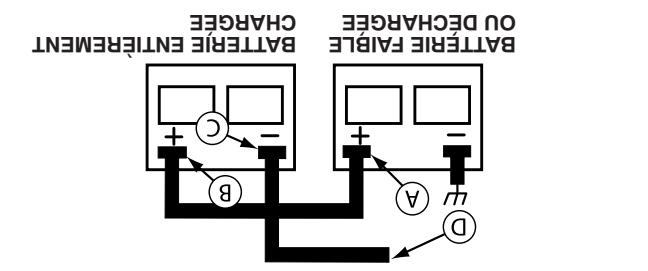

Fig. 34
**POUR DEMARRER LE MOTEUR AVEC UNE BATTERIE FAIBLE (Voir la Fig. 34)**
**BATTERIE FAIBLE (Voir la Fig. 34)**